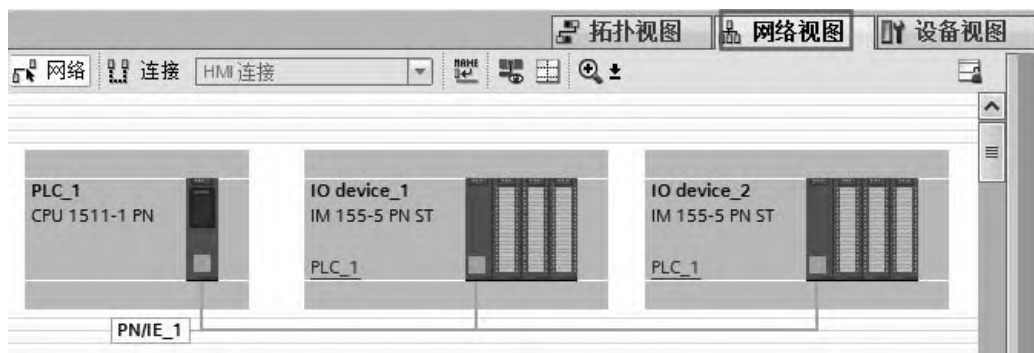

图 10-32 系统配置图
(2) ModuleStates 指令应用
① 新建项目“ModuleStates”并组态硬件。系统的配置如图 10-32 所示。